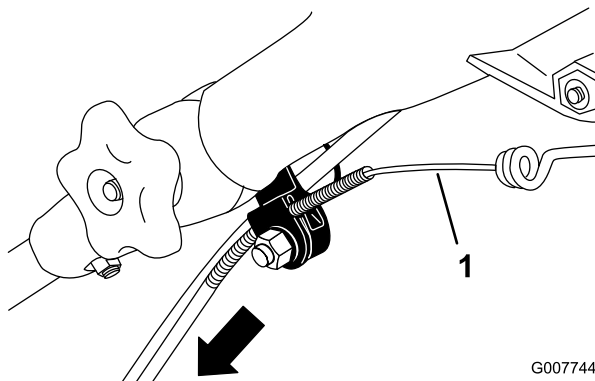

Figura 44
3. Tirate verso il basso la guaina del cavo fino ad eliminare l'imbandito del cavo esposto (Figura 44).